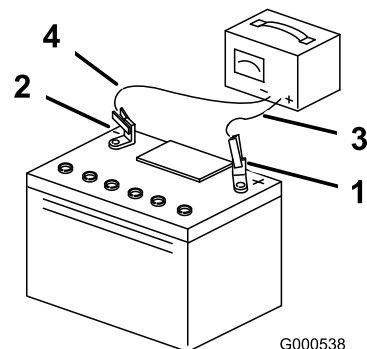

Figura 37
3. Cuando la batería esté completamente cargada, desconecte el cargador de la toma de electricidad, luego desconecte los cables del cargador de los bornes de la batería (Figura 37).